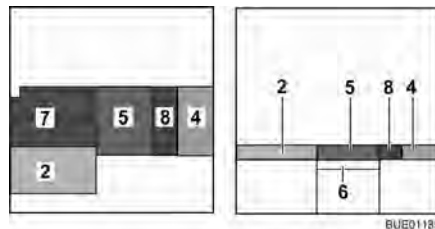

Bild 116 Efter ombyggnaden
- Drag ut sänglådornas förlängning (Bild 116,6).
- Lägg sittdynan (Bild 116,5) i mitten.
- Lägg ryggdynan (Bild 116,4) mellan sittdynan och väggen.
- Skjut in den extra dynan (Bild 116,8) mellan sittdynan och ryggdynan.